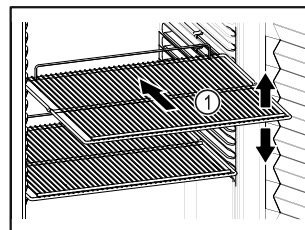

Fig. 71 Примерное изображение
- ❑ Если имеются решетчатые полки Fig. 71 (1), отрегулируйте высоту их установки.